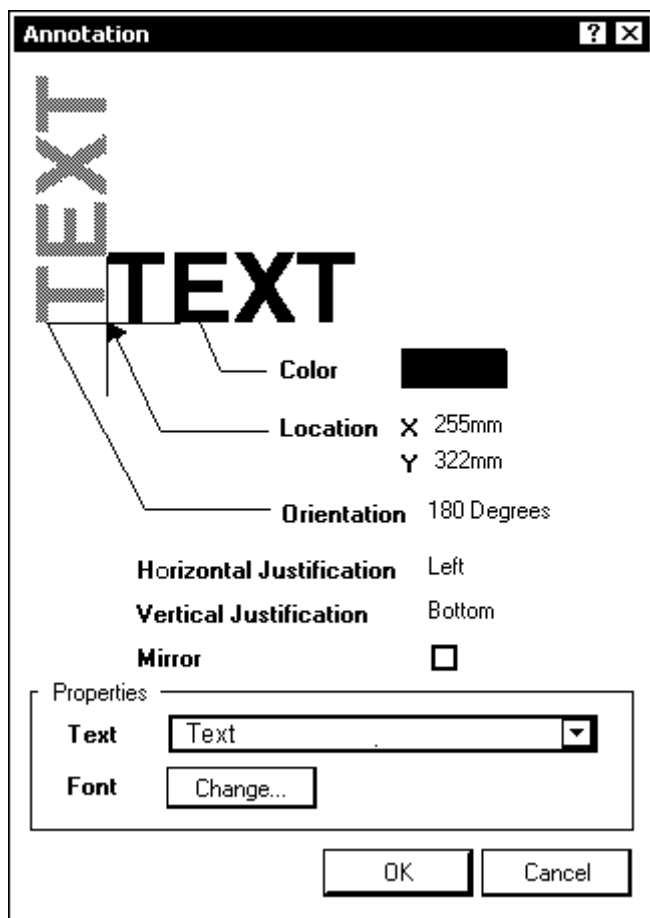

Рис. 3.2. Окно редактирования параметров текстовой строки
После этого двойным щелчком левой кнопки мыши на каждом из шаблонов "Text" по очереди вызвать окно редактирования текстовой строки (рис. 3.2) и ввести на место слова "Text" соответствующий неизменяемый элемент основной надписи. В этом же окне можно изменить ориентацию записи (**Orientation**), ее центровку по горизонтали (**Horizontal Justification**) и по вертикали (**Vertical Justification**), установить зеркальное изображение (**Mirror**), выбрать цвет символов (**Color**).
9. Выполнить команду главного меню **Place | Text String** и нажатием клавиши <Tab> вызвать диалоговое окно редактирования текстовой строки (см. рис. 3.2).